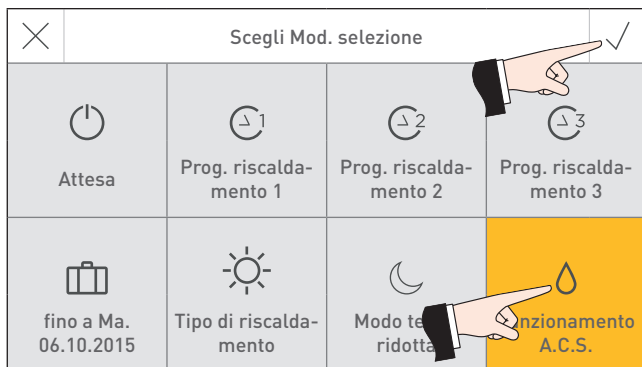

Fig. 16
- Selezionare la modalità selezione "Funzionamento A.C.S." e confermare ✓ – Fig. 16.